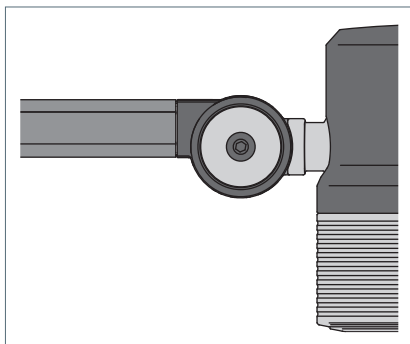

Fig. 4: Gelenk und Gelenkschraube.
- Bei einer Leuchte mit Gelenken: Ziehen Sie jede Gelenkschraube an, bis die Leuchte in der gewünschten Einstellung verharrt, siehe Fig. 4.